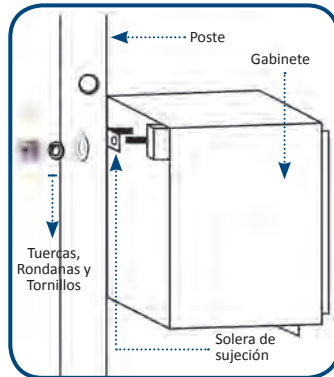

Figura 11. GABINETE EN POSTE SIN BRAZO.
4.2.2 Introduzca los tornillos del gabinete dentro de los orificios de la solera de sujeción, con las tuercas y rondanas apretar hasta que quede fijo e inamovible (Ver Figura 11).